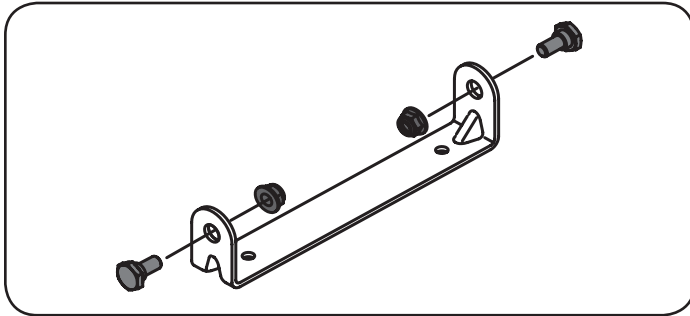

Figura 4
1. Extraiga los dos pernos con reborde y las tuercas de seguridad del soporte de montaje del asiento incluido en el paquete de elementos de ferretería. Vea la Figura 4.